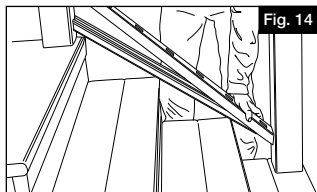

Fig. 14
- d. Enclenchez le longeron inférieur pré perforé en place sur la lisse basse (Figure 14).